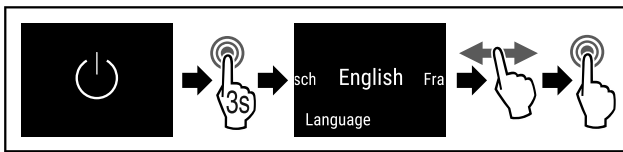

Fig. 54
- Stappen (zie Fig. 54) uitvoeren.